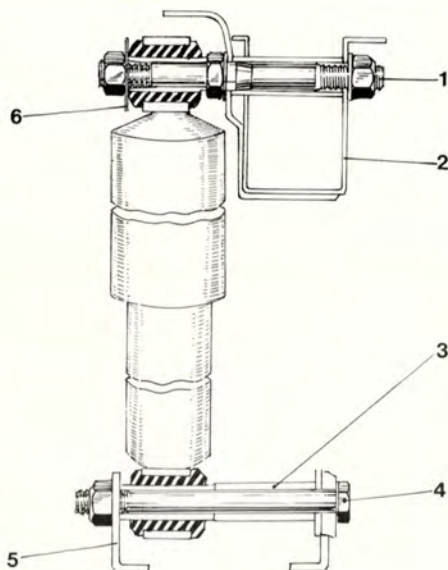

Bild 7-9.
4. Montera den nya stötdämparen, med distanshylsan för nedre fästet placerad på insidan (bild 7-9).